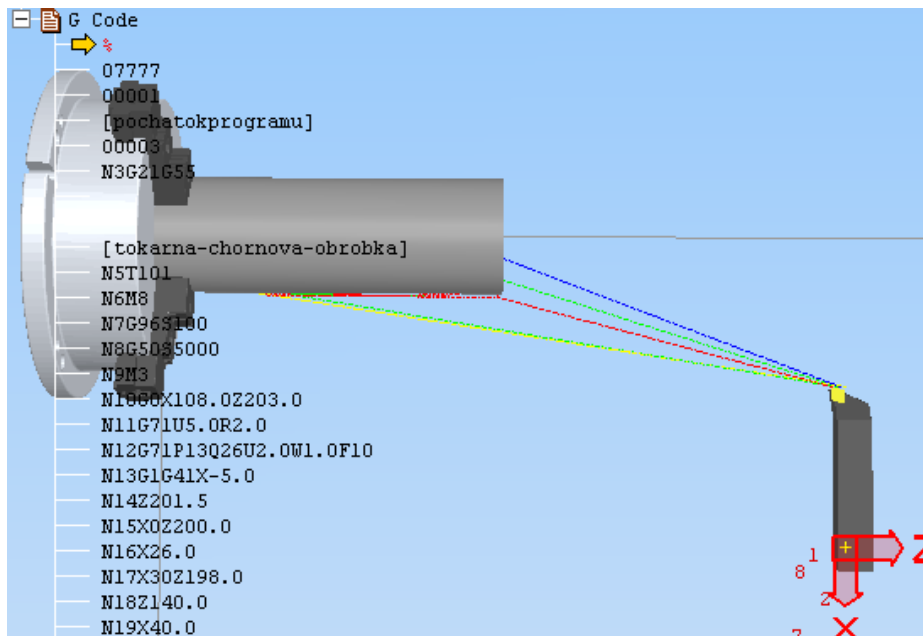

Рисунок 1.25 - Комфортний перегляд процесу обробки
9.1. Натисніть кнопку «Верстат»  та «Змінник інструментів»  для їх відключення. Це необхідно для налагодження комфортного перегляду обробки деталі (рис. 1.25).